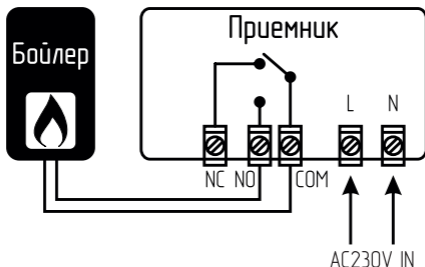

Рис. 8 Схема подключения приемника терморегулятора ZOTA ZT-20W Wi-Fi
3. Подсоедините кабели к радиочастотному переключателю, как показано на схеме подключения (см. **Рис. 8**);
При работе с электрическим отопительным котлом его следует подключать к контактам NO и COM приёмника, как показано на **Рис. 8**.